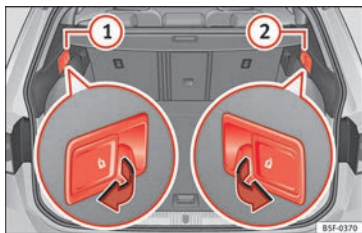

Fig. 112 Dans le coffre à bagages : leviers de déverrouillage à distance des parties gauche (1) et droite (2) de la banquette arrière.
- Tirez le levier de déverrouillage à distance de la partie gauche » fig. 112 (1) ou droite (2) du dossier dans le sens de la flèche. La partie débloquent du dossier arrière se rabat automatiquement vers l'avant.